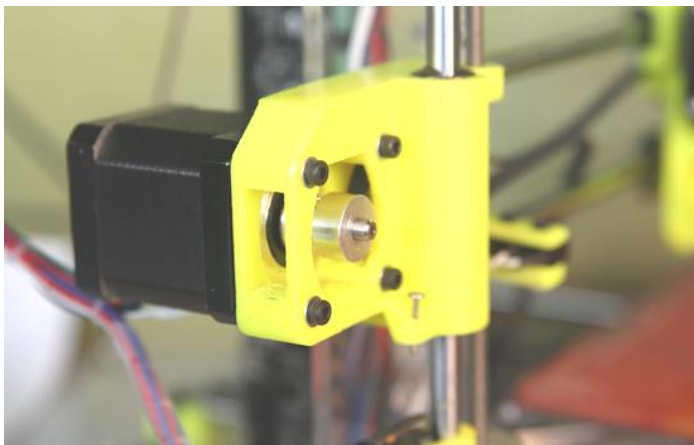

图 5-25 安装 X 轴步进电动机
7) 将同步带轮安装到 X 轴步进电动机上，并把 X 轴步进电动机安装到电动机座上，用螺钉固定，如图 5-25 所示。